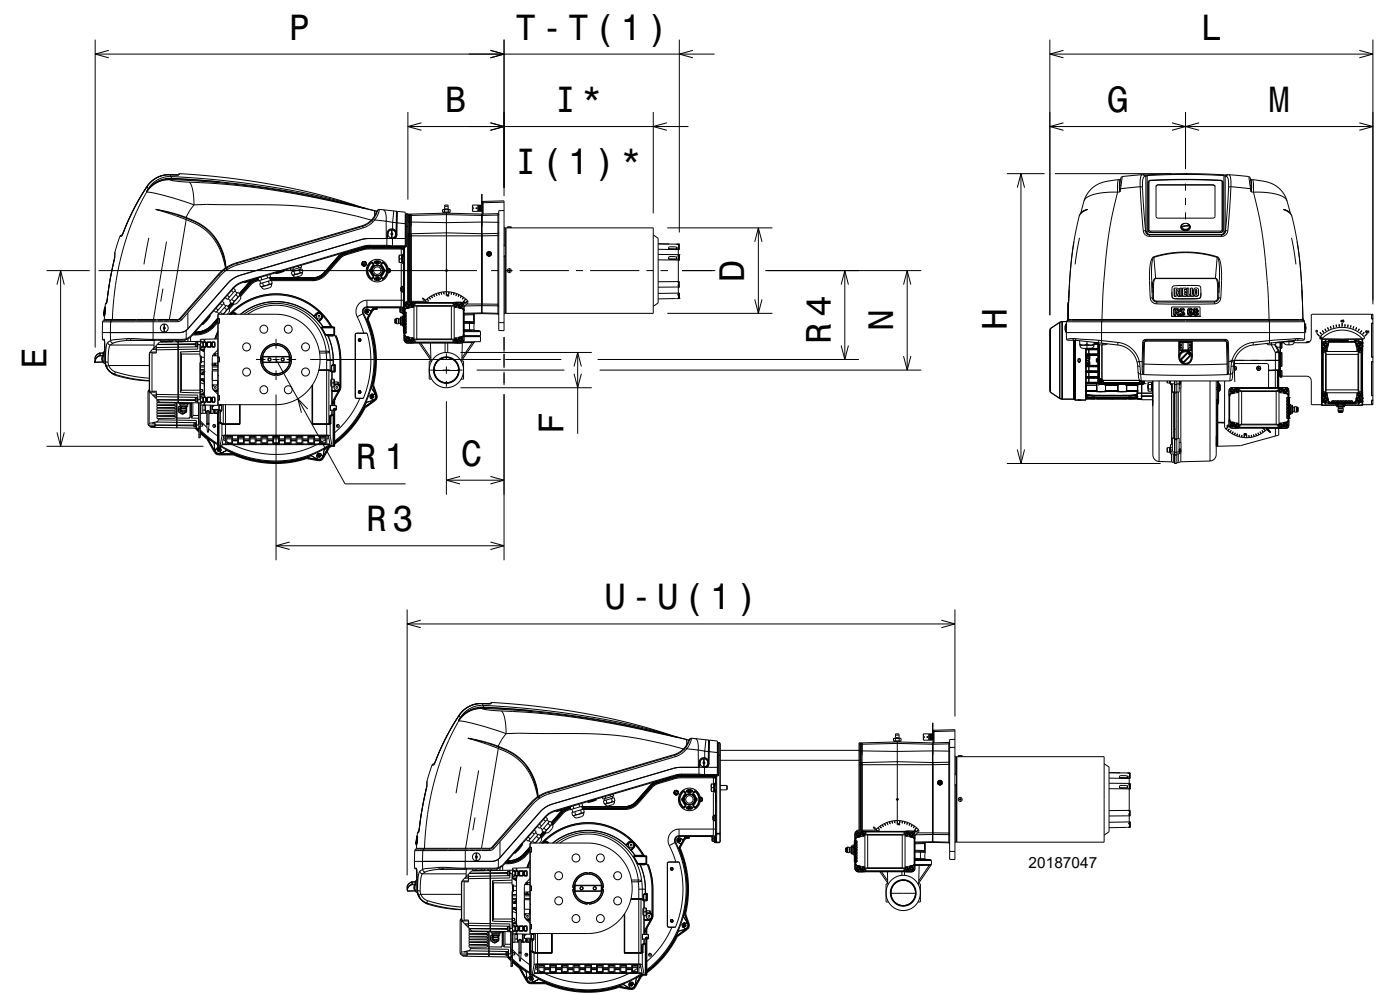

图 1
燃烧器的最大尺寸见图 1。
* 锅炉炉门最大厚度参考尺寸“l”(图 1)。